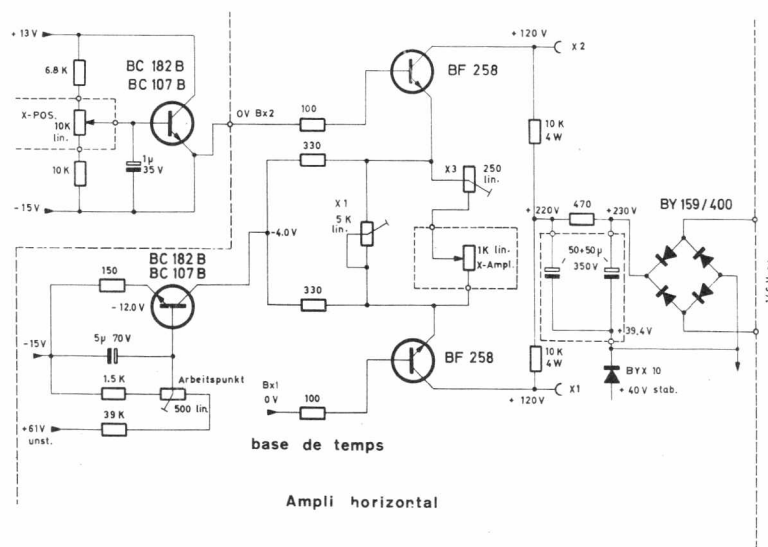

Fig. 8
h) L'amplificateur horizontal (fig. 8) :